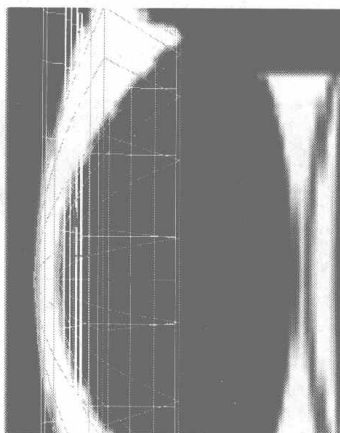
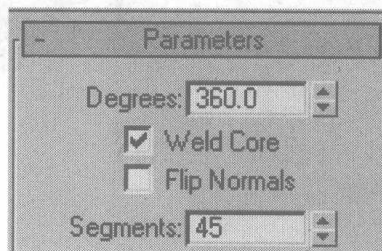

图 6.367
图 6.368
- 10 在 Modifier List 选项栏中选择 Lathe 命令, 在 Parameters 卷展栏中单击  按钮, 再在堆栈栏中打开 Lathe 层级, 并选择 Axis 层级, 在 Front 视图中缩放调整所制作的镜头圈到镜头处, 如图 6.367 所示, 并在 Parameters 卷展栏中设置参数, 如图 6.368 所示。